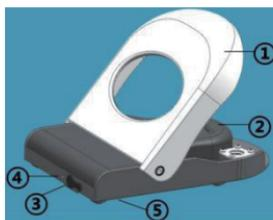

Figure 22
Avant utilisation, veuillez vérifier le pédale de défaut. Le pied-à-bas sans fil consiste en un couvercle de protection (①), une pédale (②), une interface de charge (③), un voyant (④) et un bouton de paire (⑤), comme montré à la figure 22.